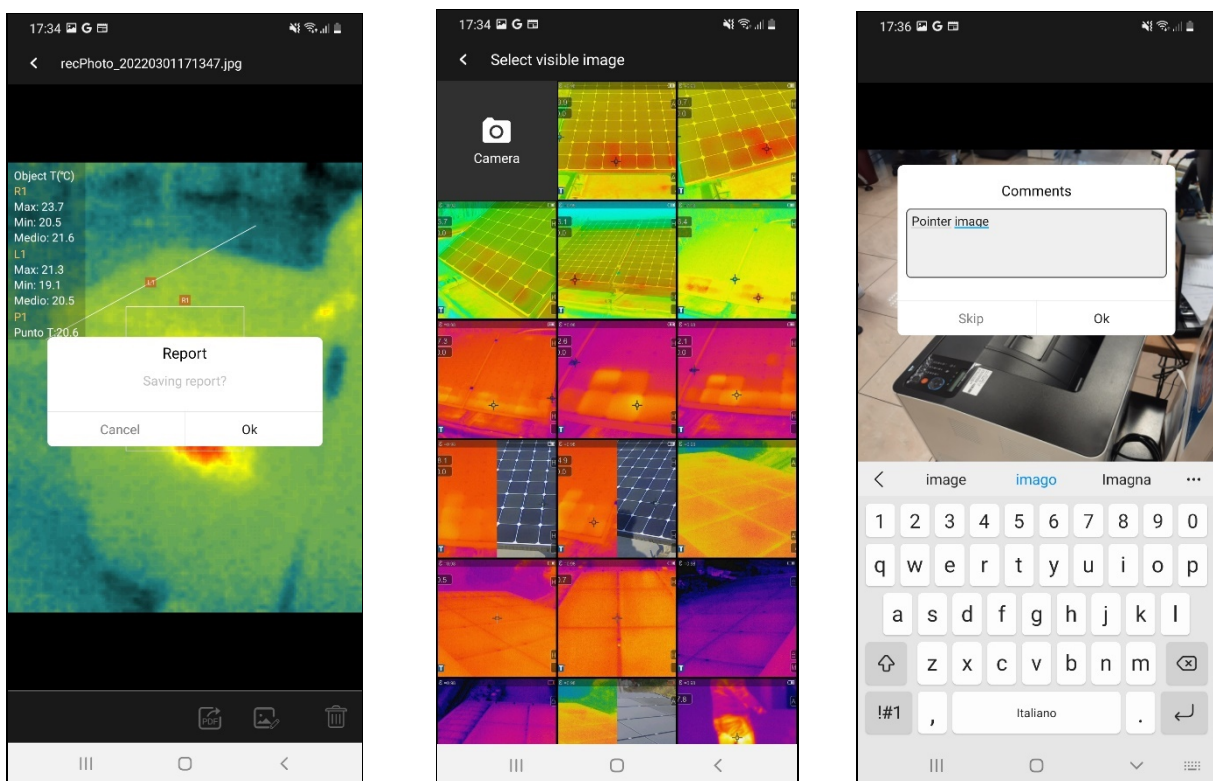

Abb. 12: Erstellung des PDF-Berichts
2. Tippen Sie auf das Symbol, um den PDF-Bericht zu erstellen, der dem ausgewählten Bild zugeordnet ist. Der Bildschirm von  Abb. 12 – die linke Seite ist auf dem Display zu sehen. Bestätigen Sie mit "OK", um den Vorgang zu starten
3. Wählen Sie ein sichtbares Bild aus den auf dem mobilen Gerät verfügbaren Bildern aus oder machen Sie einen sofortigen Schnappschuss des gerahmten Objekts (siehe Abb. 12 – zentraler Teil)